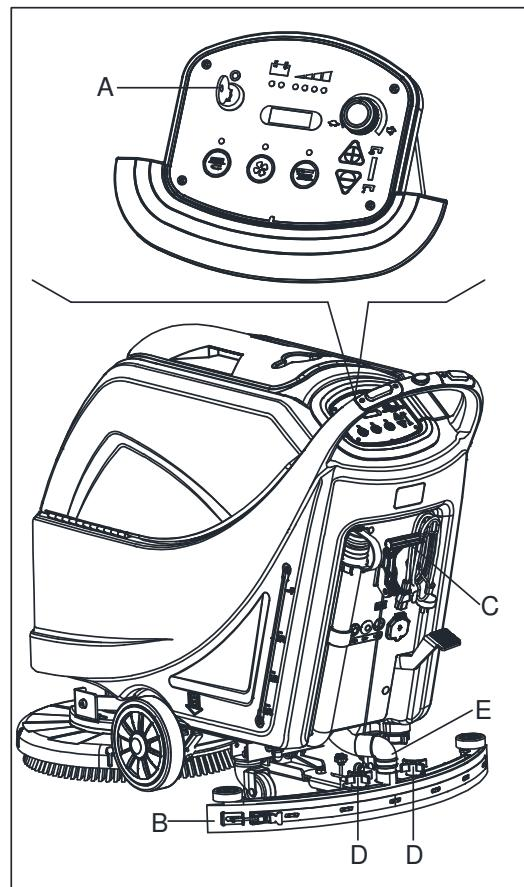
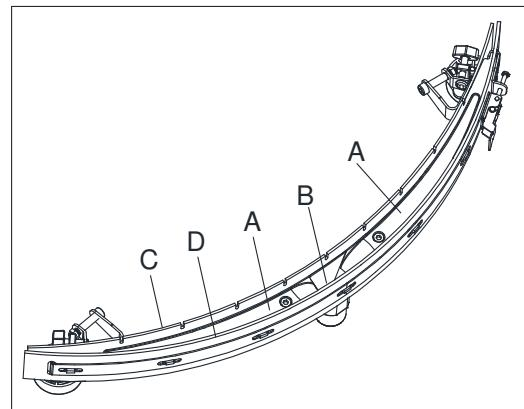

Figure 17
Figure 18
2. Tourner la clé de contact (A, Fig. 17) sur "0".
3. Abaisser l'embouchure (B) avec le levier (C).
4. Desserrer les boutons (D) et retirer l'embouchure (B).
5. Débrancher le tuyau d'aspiration (E) de l'embouchure.
6. Nettoyer l'embouchure en acier ou en aluminium (Fig. 18).